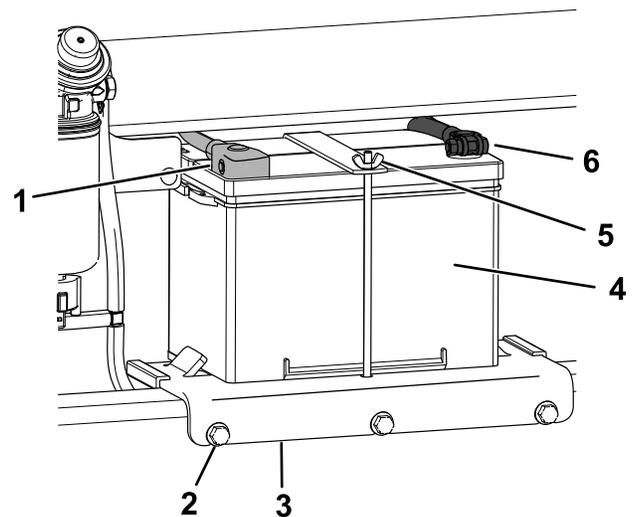

Figura 63
4. Desconecte el cable negativo de tierra (negro) del borne de la batería (Figura 63). Guarde las fijaciones.
6. Desconecte el cable positivo (rojo) del borne de la batería (Figura 63). Guarde las fijaciones.
7. Afloje los 3 pernos que sujetan la bandeja de la batería y retire la bandeja con la batería (Figura 63).
1. Coloque la batería en la bandeja de la batería y sujétela con la tuerca de orejeta y la varilla (Figura 63).
2. Instale la bandeja de la batería en la máquina y sujétela con los 3 pernos (Figura 63). Apriete los pernos a 41 N·m (30 pies-libra).
3. Usando las fijaciones que retiró anteriormente, conecte el cable positivo (rojo) al borne positivo (+) de la batería (Figura 63).
5. Usando las fijaciones que retiró anteriormente, conecte el cable negativo (negro) al borne negativo (-) de la batería (Figura 63).